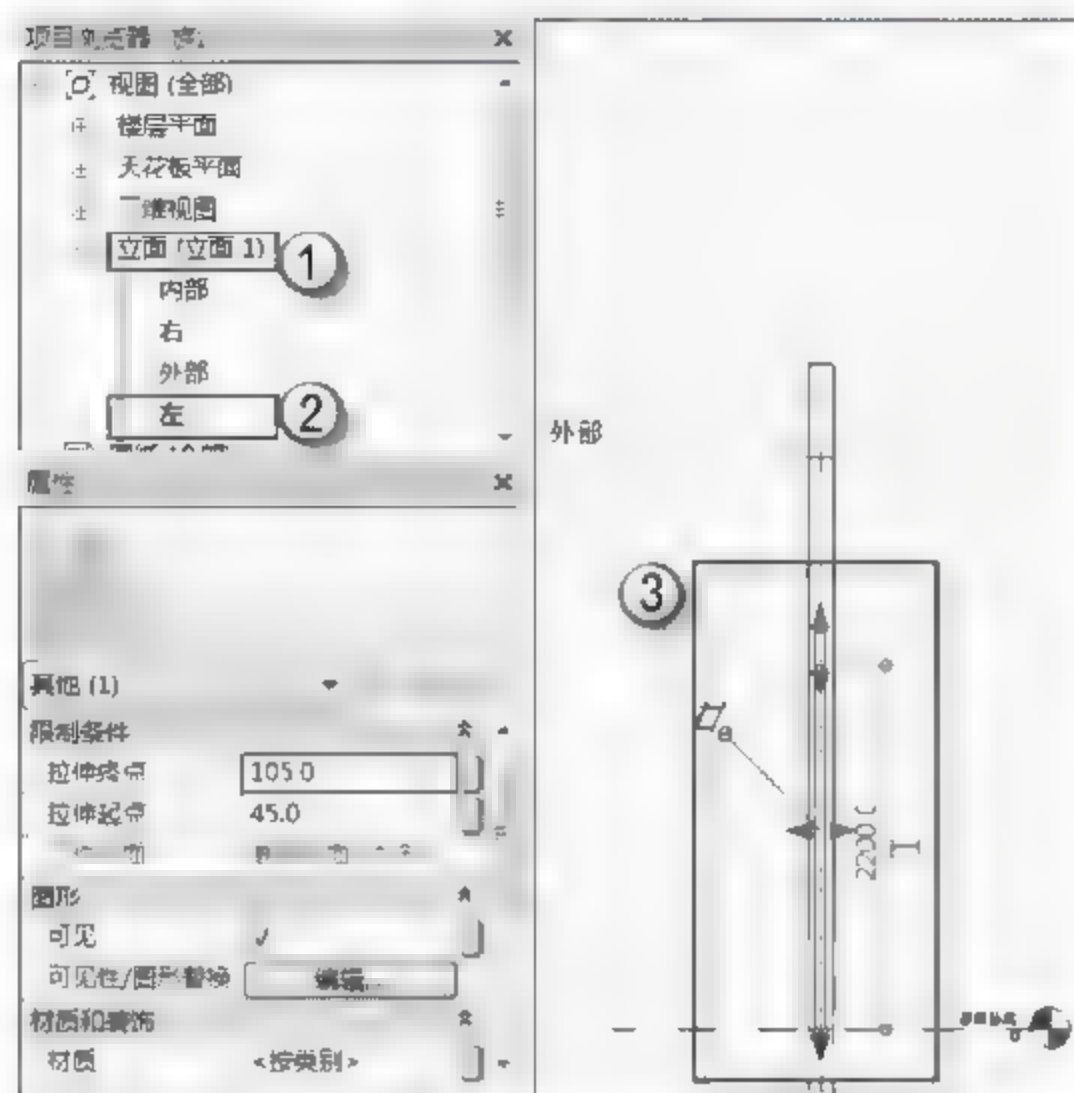

图 6.2.11 FM1534 乙的左立面视图
(10) 选择“项目浏览器”中的“立面(立面 1)”→“左”命令,可以进入 FM1534 乙的左立面视图,如图 6.2.11 所示。